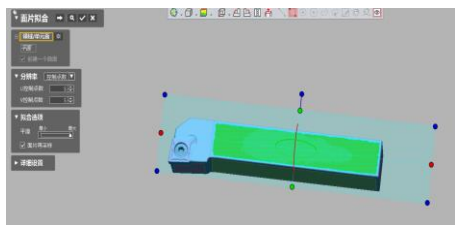
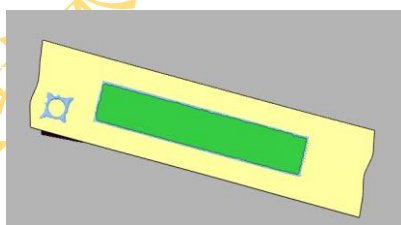

图 4.33 面片拟合设定
图 4.34 创建的片体
2) 点击菜单栏模型>面片拟合图标，弹出面片拟合对话框，选择领域，分辨率为控制点数，U、V 控制点数均为 5，平滑条拖到最大，如图 4.33 所示，点击确定创建片体如图 4.34 所示。